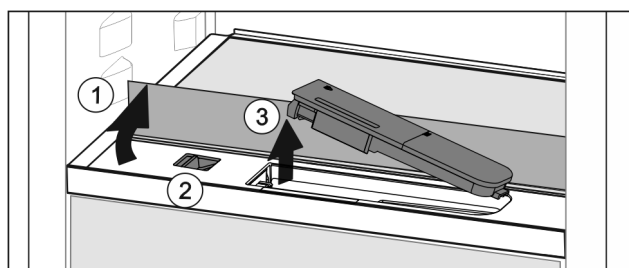

Fig. 44
- ▶ Поднять стеклянную панель и откинуть до упора назад Fig. 44 (1).
- ▶ Сдвиньте ползунок Fig. 44 (2) влево.
- ▶ Вынуть бак для воды Fig. 44 (3).